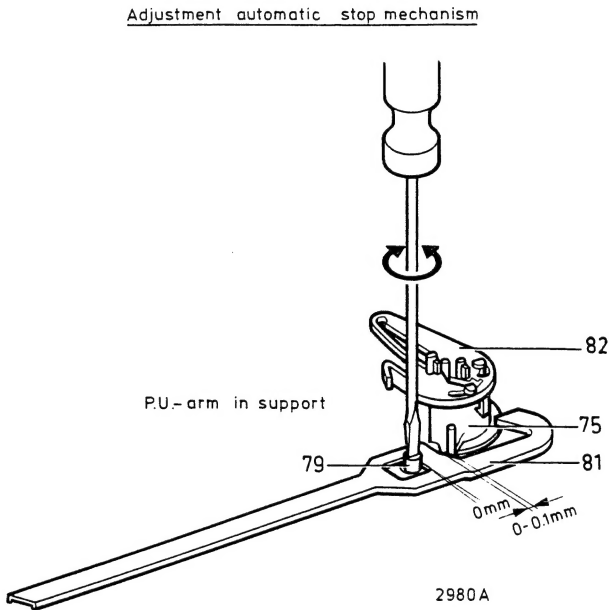

Fig.2
As soon as the stylus reaches the large pitch groove, pawl strip 81 is shifted and pawl 84 moves into the track of the switch-off projection. This switch-off projection pushes the pawl out of the way; thus, the stop mechanism is put in action (see Fig. 2). If the normal groove of the record is partly within the radius of 65 mm, the switch-off projection under the control disc pushes the pawl somewhat away. Only if the large pitch groove is reached by the stylus, does the control disc push the pawl out of the way.
Deze uitschakelnok zal de taster wegduwen en zodoende het afslagmechanisme in werking stellen (zie instelling automatische afslag, fig. 2). Als nu de normale groef van de plaat doorloopt binnen de straal van 65 mm zal de uitschakelnok onder de commandoschijf de taster steeds iets omleggen. Pas als de grote spoedgroef voor de naald komt zal hij de taster wegduwen.
b. Correction item number Fig. 2
b. In Fig. 2 please change item 82 into item 77.
b. Korrektie positienummer Fig. 2
b. Gelieve in Fig. 2 Pos. 82 te corrigeren in Pos. 77.
b. Correction d'un numéro de référence de la Fig. 2
b. Veuillez changer le no de référence de la Fig. 2; 77 au lieu de 82.
b. Korrektur der Positionsnummer Abb. 2
b. Pos. 82 in Abb. 2 muss Pos. 77 sein.
b. Rectificación de un número de posición en la Fig. 2
b. Sírvanse modificar en la Fig. 2 a pos. 82 en pos. 77